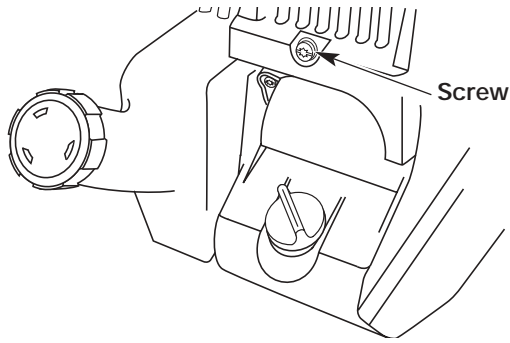

Fig. 29
3. Saque el tornillo que está detrás de la cubierta del motor (Fig. 29).